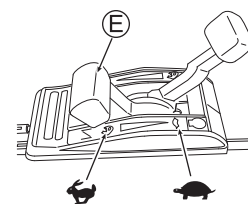

Fig. 13
- Vérifiez qu'il n'y a personne derrière vous lorsque vous tirez sur la poignée du lanceur (V).
- Attrapez fermement la poignée du lanceur (V) lorsque vous le tirez.
- Remettez doucement la poignée du lanceur (V) dans sa position initiale.
5. Faites chauffer la machine avant de l'utiliser. Une fois que le moteur est chaud, commencez à tondre en plaçant la manette des gaz (E) sur la position "N". (Voir Fig. 13)